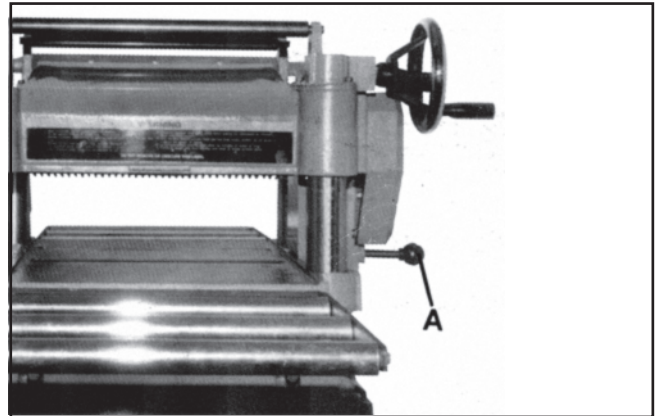

Figura 12
1. Empuje la palanca de control de velocidad (A, Figura 12) por completo para alimentar a 20 pies por minuto.